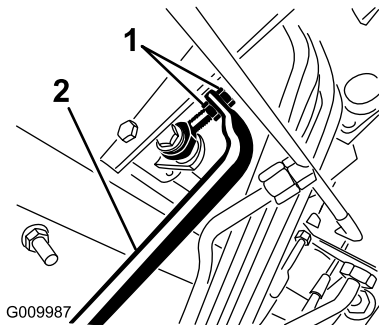

Bild 99
5. Stellen Sie die Klemmmuttern am Pumpenstangenende ein, um das Pumpensteuerungsrohr nach vorne zu verschieben, um ein Kriechen nach vorne zu vermeiden, oder um das Pumpensteuerungsrohr nach hinten zu verschieben, um ein Kriechen nach hinten zu vermeiden (Bild 99).